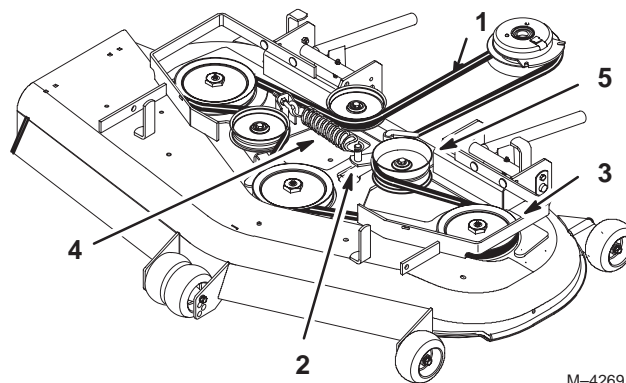

Figure 71
5. Déposez la courroie. Commencez à la poulie extérieure et tournez la courroie pour la déposer (Fig. 71).
8. Remettez la poulie de tension en place et installez la courroie sur les autres poulies (Fig. 71).